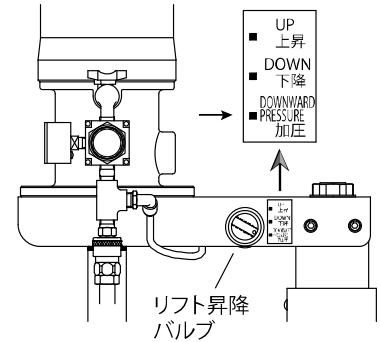

Fig. 9
- 8) リフト昇降バルブのツマミを「加圧」に切替えてください。(Fig. 9) グリースがインダクタープレートによって加圧され、エア抜きプラグの穴からグリースが押出されてきたら、昇降バルブのツマミを「下降」に切替え、加圧を一時中止し、エア抜きプラグを取付けてください。